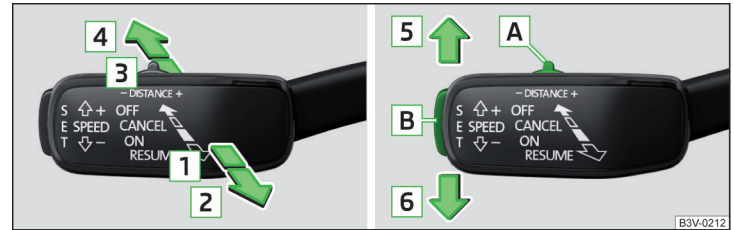

Abb. 281 Bedienungselemente des Geschwindigkeitsbegrenzers
» Abb. 281
- ▶ Den ACC-Bedienungshebel in Stellung **ON** stellen » Abb. 281.